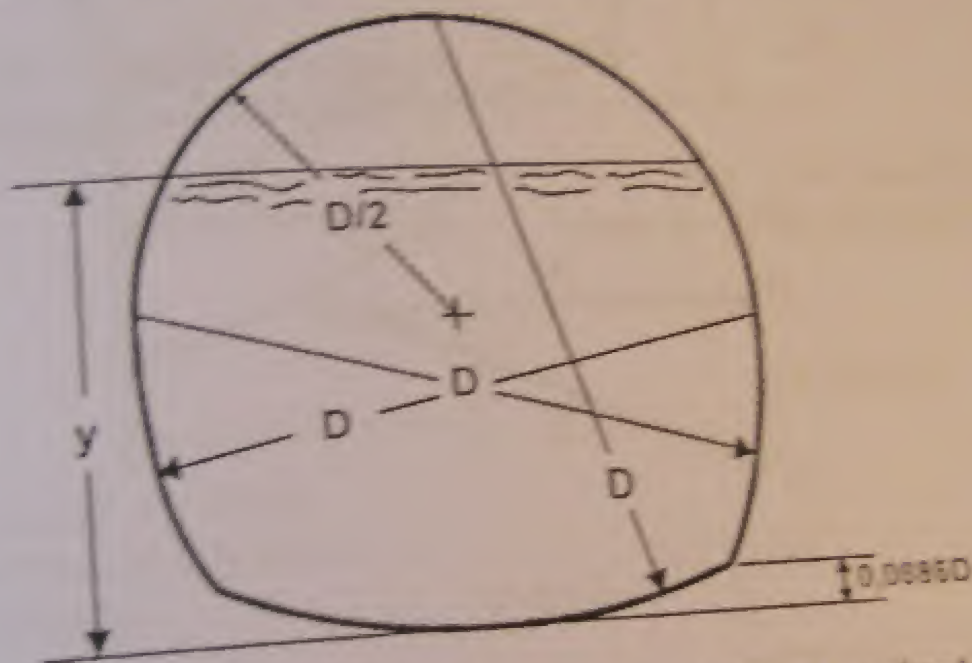

Figura 22. Sección transversal del acueducto
47. El proyecto Orosí tiene una estructura que permite llevar agua desde el Río Macho a San José. En cierto tramo hay un acueducto cuya sección transversal es en forma de herradura, como se muestra en la figura 22.